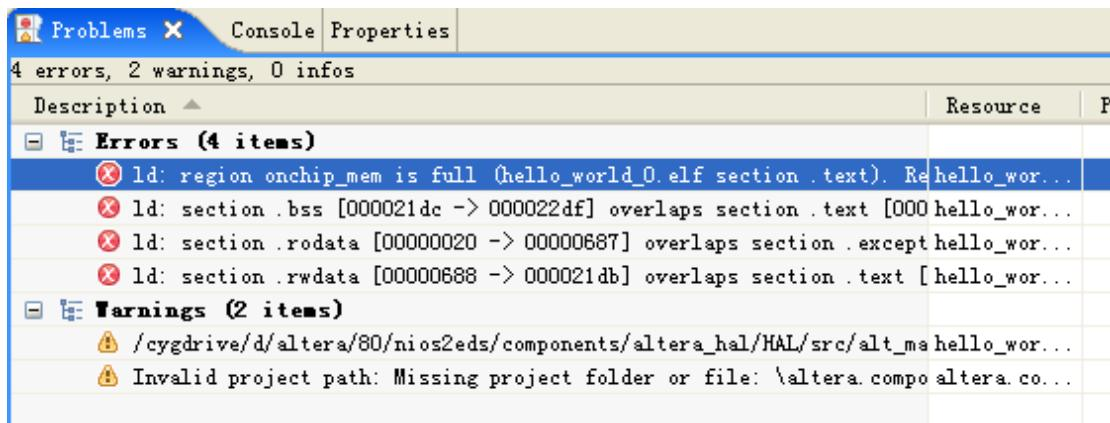

图 6-15 编译失败
18. Project->Build All, 很遗憾得到了一个内存已满的结果，如图 6-15。